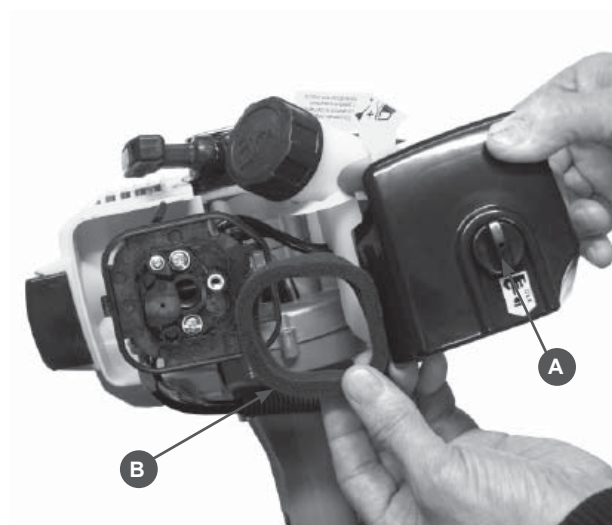

Рис.18
1. Открутите барашковую гайку (А) и снимите крышку воздушного фильтра (Рис.18).